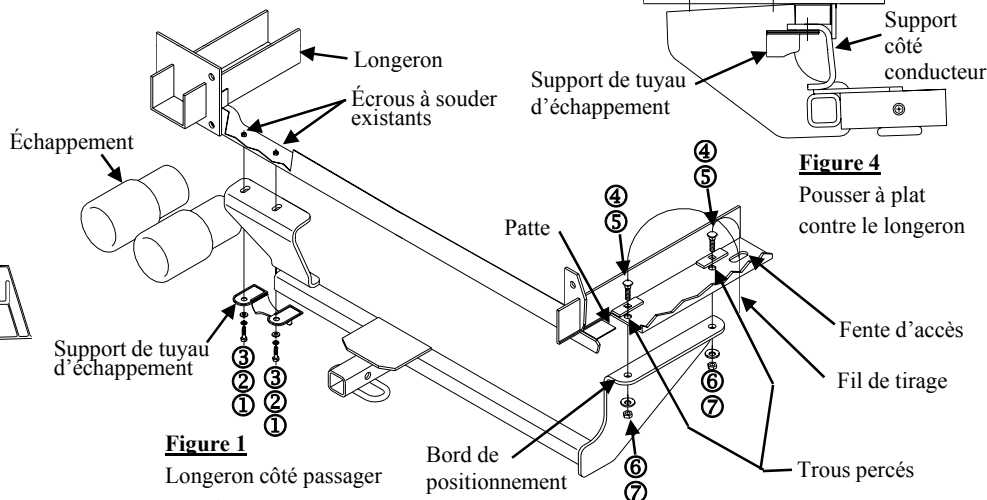

Figure 1
- Retirer le carénage de plastique recouvrant le longeron de châssis côté passager en enlevant les cinq (5) vis Torx. Remettre le carénage et les vis au propriétaire du véhicule.
- Pour abaisser le tuyau d'échappement, enlever les deux (2) boulons du support de crochet de suspension, comme illustré à la figure 1. Remettre les boulons au propriétaire.